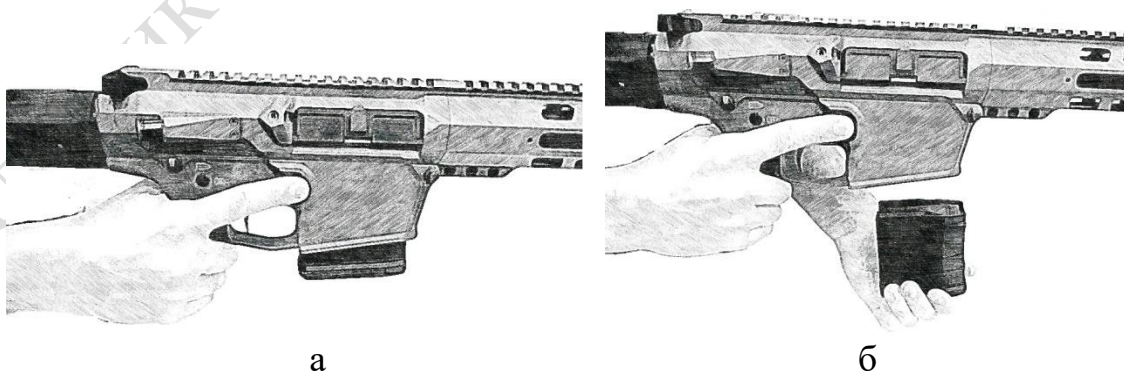

Рисунок 7. Від'єднання магазину
1) **Розрядити зброю.** Від'єднати магазин, для чого натиснути вказівним пальцем на кнопку застібки магазину (рис. 7а) та вийняти магазин з шахти рами нижньої (рис. 7б). Після цього перевірити наявність патрона у патроннику, для чого за руків'я перезаряджання відтягнути затворну раму із затвором назад (рис.8), оглянути патронник, повернути затворну раму із затвором в передне положення, відпустивши руків'я перезаряджання, і спустити курок з бойового зводу натиснувши спусковий гачок.